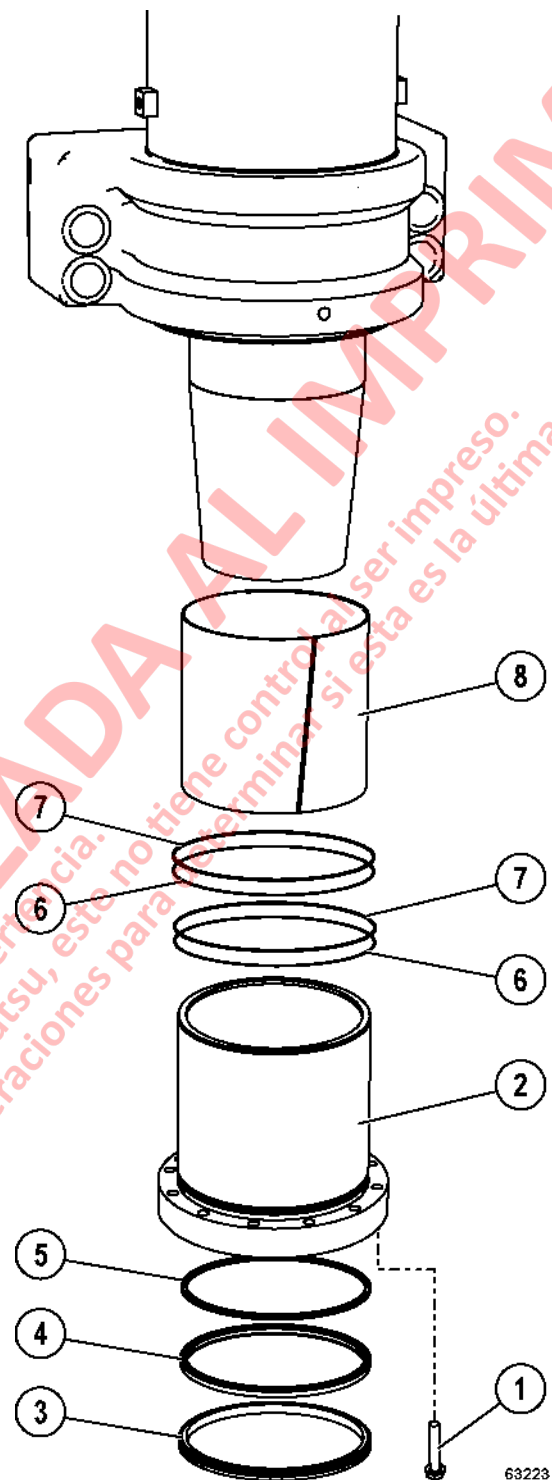

FIGURA 2-11. SUSPENSIÓN DELANTERA
1. Saque los pernos del retén del rodamiento inferior y las golillas endurecidas (1, Figura 2-11). Instale pernos de empuje en los orificios roscados de la pestaña del retén.
2. Apriete los pernos de empuje de manera uniforme y prepárese para soportar el retén del rodamiento cuando sale de la caja de la suspensión. Saque el conjunto del retén (2).
3. Saque el sello limpiador (3), el sello de labio doble (4), el sello buffer (5), anillos de respaldo (6), O-rings (7) y rodamiento inferior (8).
1. Monte el nuevo sello buffer (5, Figura 2-11), el sello de doble labio (4) y el sello limpiador (3).